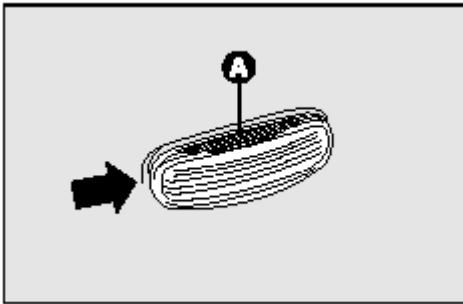
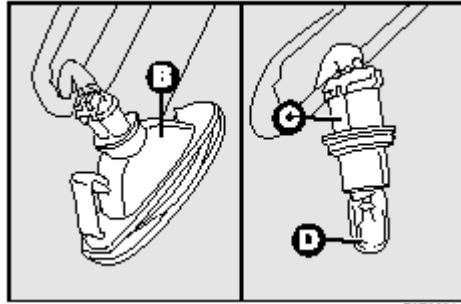

рис. 27
рис. 28
- Рукой нажмите на рассеиватель **A**- рис. 27, чтобы сжать внутреннюю пружину **B**-рис.28, и извлеките повторитель;